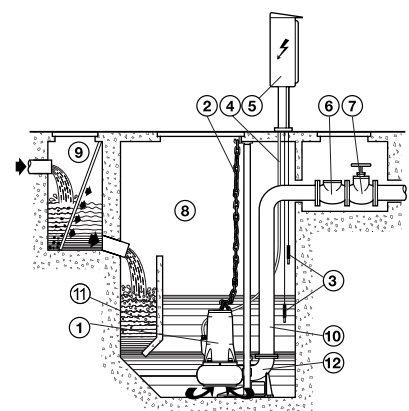

Fig. 6
- fixe avec l'électropompe positionnée sur le pied d'accouplement fixé sur le fond du puits ou de la bache (fig.6)
5.2.2 INSTALLATION FIXE AVEC ACCOUPLEMENT AUTOMATIQUE SUR PIED D'ACCOUPLEMENT (Fig.6)